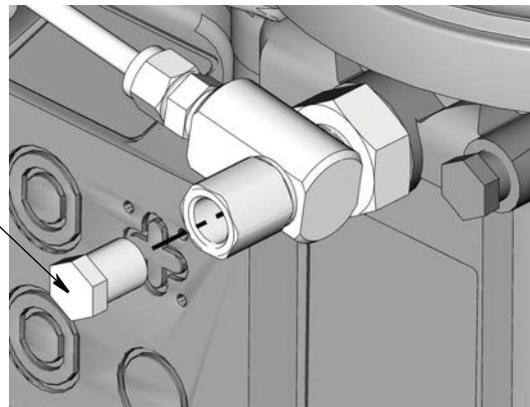

FIG. 20
- Bien serrer les écrous (3) du tube à la main, puis les visser 1 1/4 de tour en plus.
- Serrer les boulons banjo (6) à 35 pieds livres (45.7 Nm) à chaque emplacement..Appliquez du produit d'étanchéité sur les filetages bouchon (10). Installer les prises dans les emplacements de points inutilisés (FIG. 20).